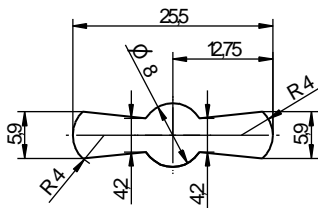
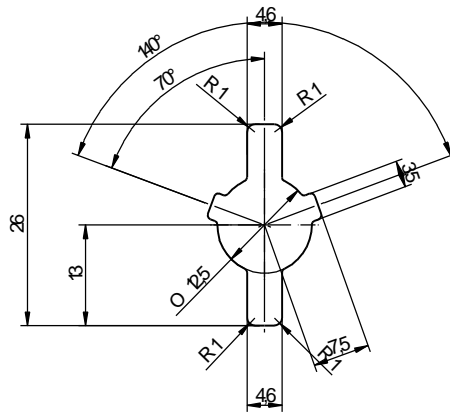

Abbildung 5: Schlüsselführung 86101
Abbildung 6: Schlüsselträgerführung
- Es wird empfohlen, für die Absicherung des erforderlichen Schlüsseldurchbruchs im Wertbehältnis die Kaba Mauer Schlüsselführung (siehe Abbildung 5) oder die Kaba Mauer Schlüsselträgerführung (siehe Abbildung 6) einzusetzen. In diesen Fällen ist unter der Berücksichtigung der DIN 2768-mH das Schlüsselloch in der Tür des Wertbehältnisses in den entsprechenden Abmessungen zu fertigen.